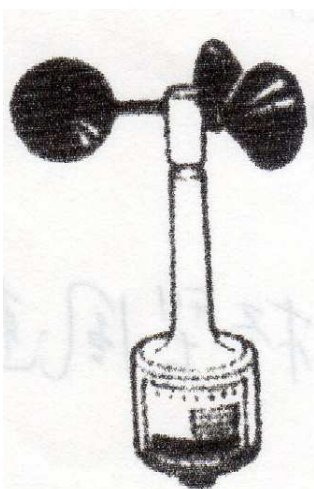

図3 風杯型風速計
現在の風速計には、①機械式、②流体式、③超音波式、④熱式、⑤光学式などがある。①には、風杯型と風車型がある。風杯型風速計(図3)は、3ないし4個の風杯と呼ばれる半球殻または円錐殻の風受けを持つペルトン水車のような羽根車を、垂直な回転軸の周りで回転させ、この回転の速さを風速に変換して表示する。ロビンソン風力計は風杯型である。